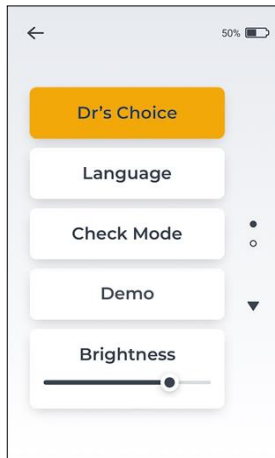
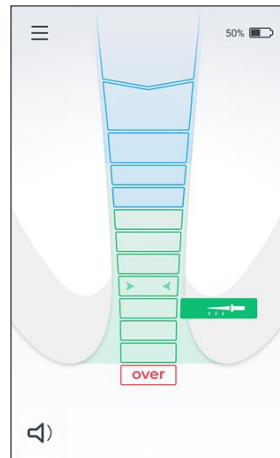

Figura 12
Figura 13
- Entre en el menú Configuración y pulse la pestaña Dr's Choice (ver Figura 12). La « Dr's Choice » se volverá naranja mientras esté activado y la línea apical de la Dr's Choice aparecerá en la pantalla (ver Figura 13).
- Para desactivar la línea apical del Dr's Choice, vaya al menú de ajustes y desactive el Dr's Choice. pulsando la pestaña del Dr's Choice (ver Figura 12).